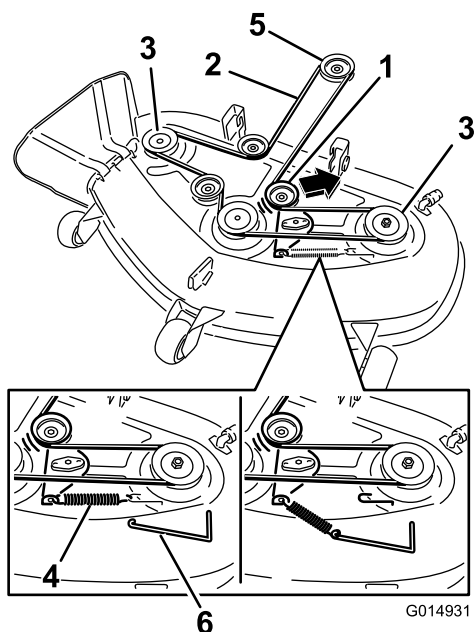

Figure 58
4. À l'aide d'un outil de dépose de ressort (réf. Toro 92-5771), décrochez le ressort du crochet sur le tablier pour éliminer la tension sur la poulie de tension et déchaussez la courroie des poulies (Figure 58).
- Acheminez la courroie neuve autour de la poulie du moteur et des poulies du tablier de coupe (Figure 58).
- À l'aide d'un outil de dépose de ressort (réf. Toro 92-5771), accrochez le ressort au crochet situé sur le tablier, ce qui a pour effet d'exercer une tension sur la poulie de tension et la courroie du tablier de coupe (Figure 58).